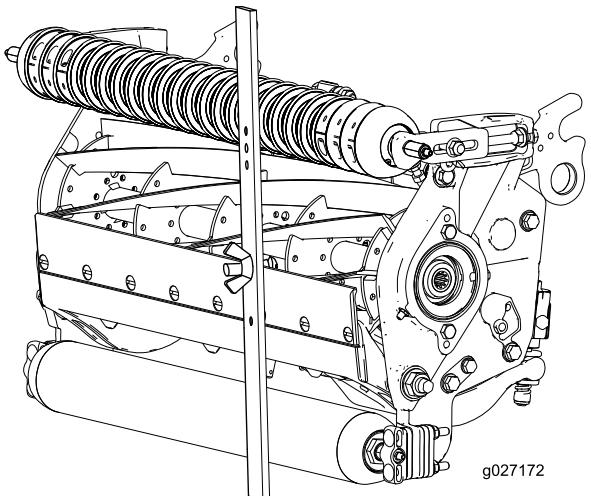

Bild 17
3. Haken Sie den Schraubenkopf an die Schnittkante des Untermessers ein, und stützen Sie das hintere Ende der Leiste auf der Heckrolle ab (Bild 17).
4. Drehen Sie die Einstellschraube, bis die vordere Rolle die Messleiste berührt (Bild 17).